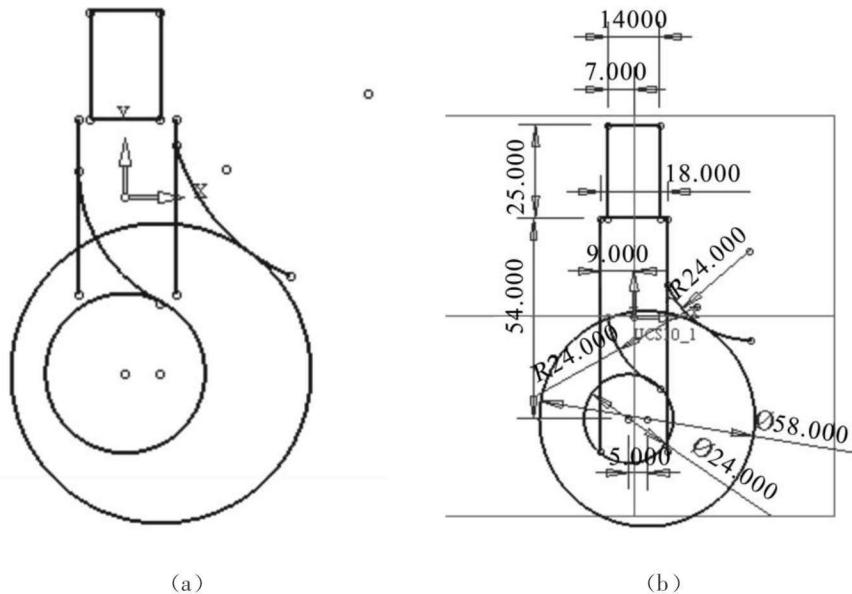
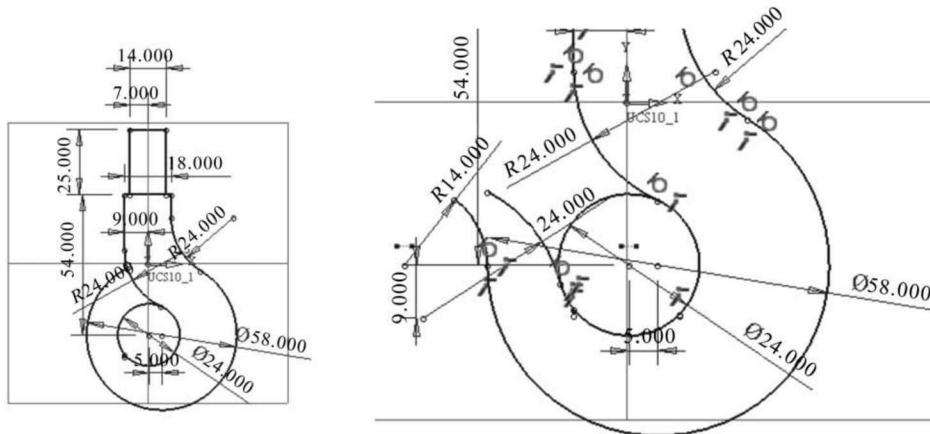

图 1-2 初步的草图绘制
图 1-3 尺寸约束后的图形
(1) 在主菜单中选择“曲线”→“草图”,点选基准面 XOY 平面作为草绘平面,再单击“俯视图”按钮 \square 。
(2) 点选“草图”工具条中的“直线”“圆”及“圆弧”绘制命令,绘制出如图 1-2(a)所示吊钩的大致形状。点选“草图”工具条中的“裁剪(断开)/延伸”图标按钮 \square ,将图中断开的线段连
接起来。点选“尺寸”图标按钮 \square ,标注如图 1-2(b)所示的尺寸。点选“增加约束”图标按钮 \triangle ,选择图中相邻的直线及圆弧,此时弹出“增加约束”选项框,再点选“相切”图标按钮 \circ ,将直线与圆弧进行相切约束,然后点选“草图”工具栏中“裁剪”图标按钮 \wedge ,完成约束及裁剪操作。最后绘制吊钩的下部,点选“圆弧”图标按钮,绘制两段圆弧,进行“尺寸”“增强约束”及“裁剪”等操作,完成如图 1-3 所示的草图。